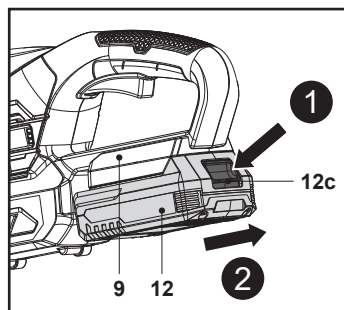

Fig. 4
- Pressione o botão de libertação (12c) e remova a bateria (12) da porta de ligação da bateria (9) (Fig. 4).